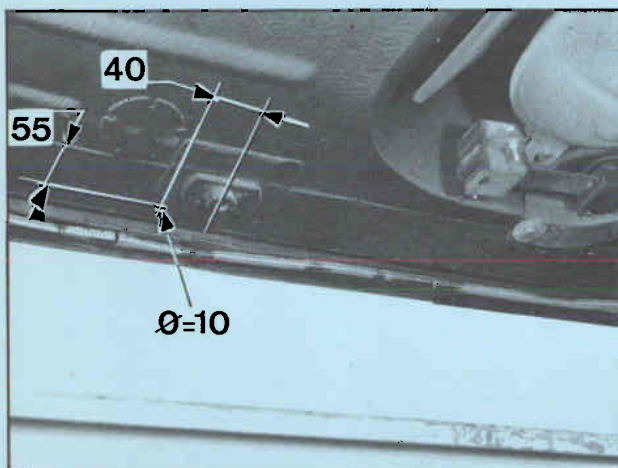

Fig. 3
- aan de voorzijde (zie afb. 3 A)
- in het midden (zie afb. 3)
- aan de achterzijde (zie afb. 3 B)